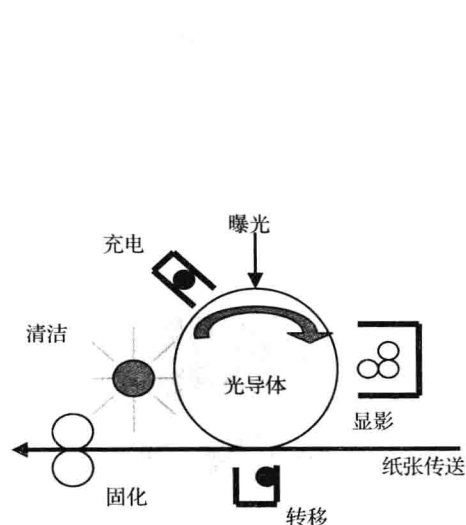

图 1-7 静电式数字印刷系统
(1) 数字印刷的定义 数字印刷是指利用数字技术对文件、资料进行个性化处理,利用印前系统将图文信息直接通过网络传输到数字印刷机上印刷出产品的一种印刷技术。它涵盖了印刷、电子、计算机、网络、通信等多种技术领域,体现了印量灵活、印品多样化与个性化、方便存储、可多次调用电子文件进行印刷的印刷方式。
(2) 数字印刷的特征 数字印刷的主要特点是按需性、及时性和可变性。具体说来,它有以下特征:
- ① 印刷过程。将数字文件/页面转换成印刷品;
- ② 影像形成过程。为数字式,不需要任何中介模拟过程或载体的介入;
- ③ 印品信息。100%可变信息,可以选择不同的版式、不同的内容、不同的尺寸,甚至可以选择不同材质的承印物。
(3) 数字印刷的主要形式 数字印刷有静电照相式数字印刷、喷墨式数字印刷、电凝聚数字印刷、热成像数字印刷、磁记录数字印刷等形式。其中,静电式数字印刷和喷墨式数字印刷是数字印刷的主要形式。
① 静电式数字印刷。目前应用于数字印刷领域的静电成像技术,一般由光导体表面的静电荷组成。基本原理是用激光扫描的方法在光导体上形成静电潜影,再利用带电色粉(符号与静电潜影正好相反)与静电潜影之间的库仑作用力实现潜影的可视化(显影),最后将色粉影像转移到承印物上完成印刷。其成像过程如图1-7所示。